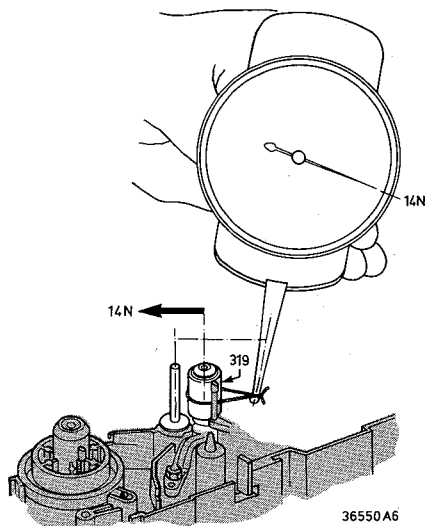

Fig. 2-2-7
- Mit einer Federwaage die Kraft messen, die die Andruckrolle in Richtung der Tonwelle ausübt (messen während der Bewegung auf die Tonwelle hin) Bild 2-2-7.